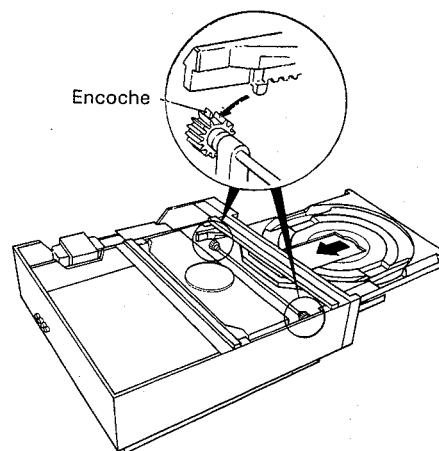

Fig.8
1. Introduire le plateau porte-disque après avoir engagé la première dent de sa crémaillère dans l'encoche pratiquée sur l'engrenage. (Fig. 8)